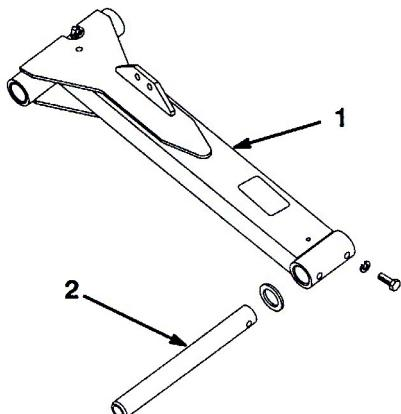

図6
1. 左昇降アームにピボット・ロッドを差し込み(図6)、取り付け穴を整列させる。